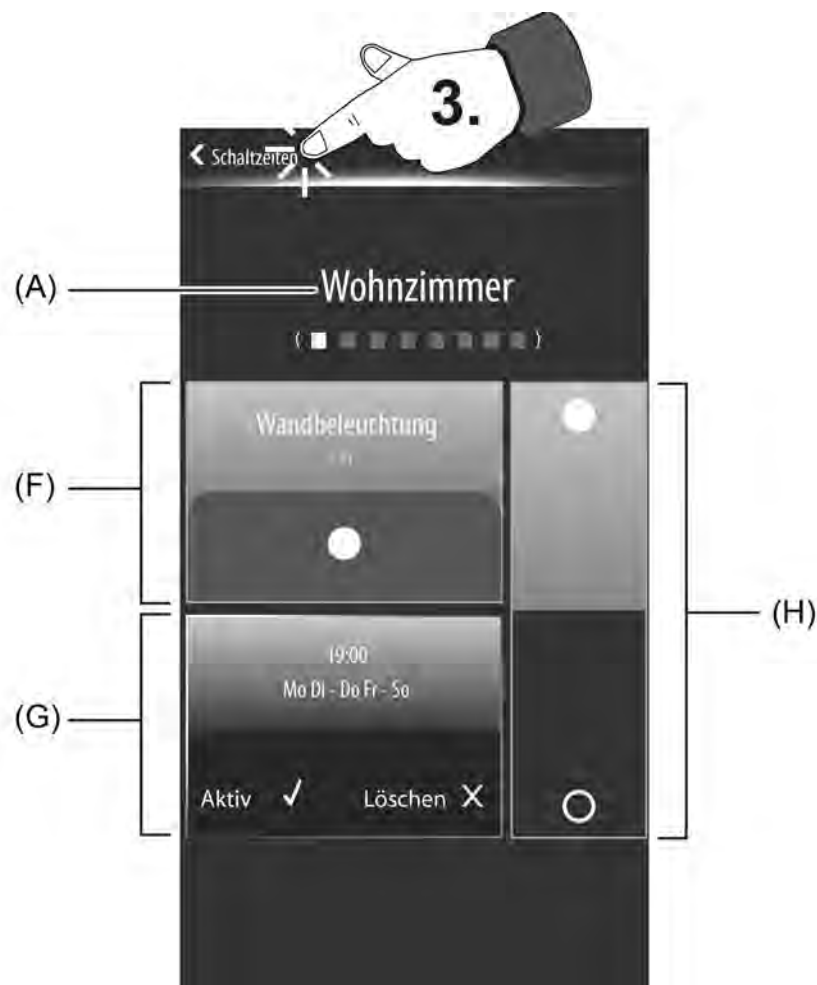

Bild 105: Beispiel eines Untermenüs zur Konfiguration einer Schaltzeit (hier: Kanalfunktion Schalten)
Wird in der Übersicht aller Schaltzeiten eine Sensorfläche mit dem Finger berührt, verzweigt das Gerät in das Untermenü der selektierten Schaltzeit. Das Untermenü kann verwendet werden, um Schaltzeiten zu verändern, zu aktivieren oder zu inaktivieren oder zu löschen. Die je Schaltzeit vorhandenen Untermenüs verfügen über verschiedene Bedien- und Anzeigebereiche (Bild 105).
Im Anzeigebereich (G) eines Schaltzeit-Untermenüs ist am unteren Rand die Schaltflächen "Löschen" sichtbar (Bild 105). Der Löschmodus einer Schaltzeit wird durch Berühren dieser Schaltfläche ausgewählt (Anzeige: ✓). Die Schaltzeit wird jedoch erst dann gelöscht, wenn in der Statuszeile am oberen Displayrand das Symbol "Speichern ✓" gedrückt wird. Durch das Löschen werden die Konfigurationen zur betroffenen Schaltzeit verworfen und Kanaluordnungen entfernt.